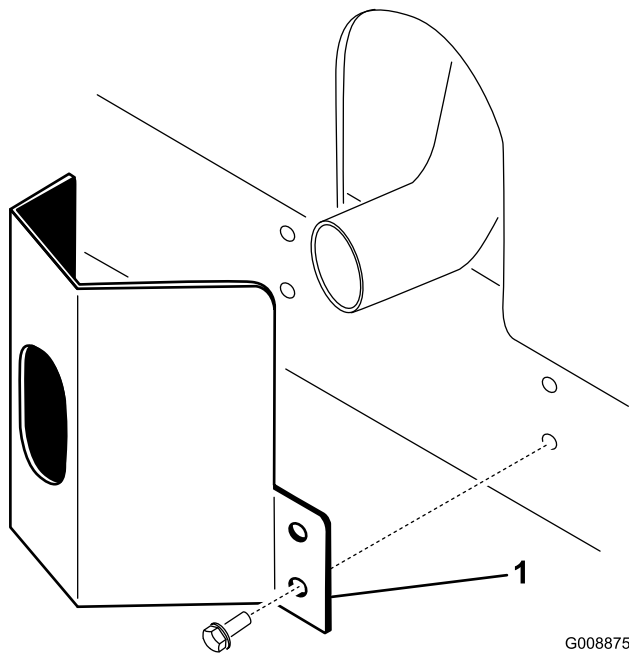

図 11
1. フレームについている取り付け穴に合わせてマフラー部にガードを取り付ける 図 11。
2. タップねじ本で固定する 図 11。